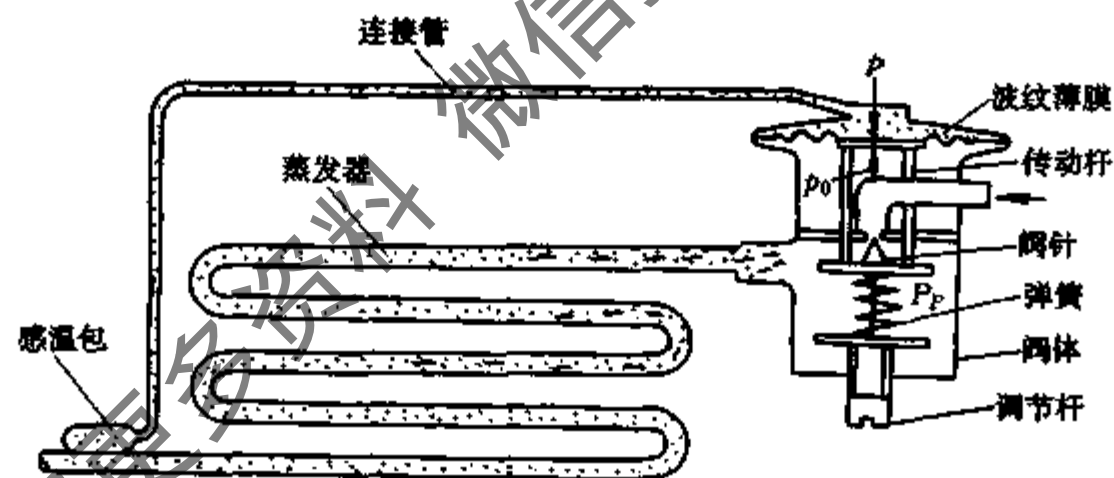

图 2-18 热力膨胀阀的工作原理图
(2) 膨胀阀的工作原理。从图2-18中可看出,热力膨胀阀的感温包与蒸发器出口是紧密接触的。当蒸发器出口处制冷剂蒸气温度发生变化时,引起感温包内感温剂的容压变化,使薄膜上部的开阀作用力 P 改变。薄膜下部是膨胀阀节流后的制冷剂压力 P_0 ,以及弹簧作用力 P_D ,这两个力是关闭阀的作用力。当 $P = P_0 + P_D$ 时,膜片平衡不动,阀针孔的开启度不变,一定数量的制冷剂流入蒸发器。